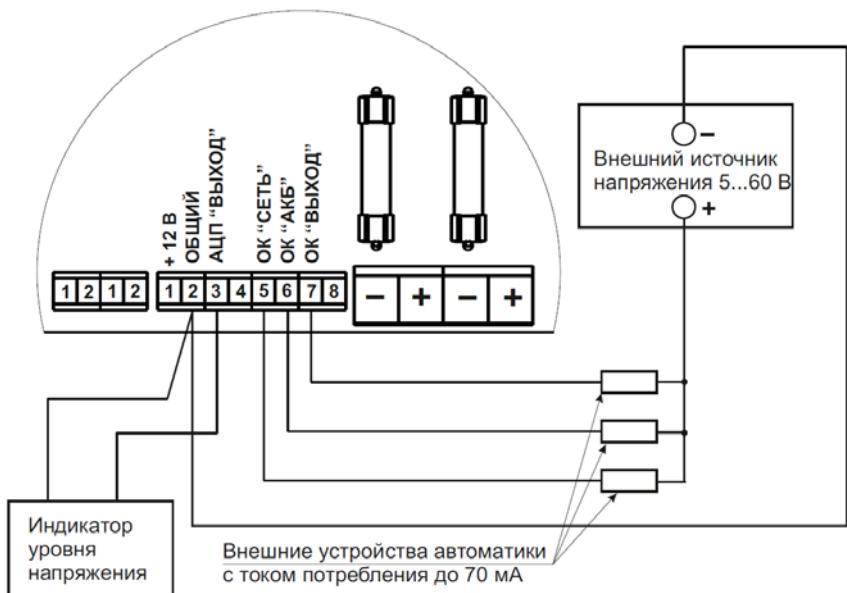

Рисунок 6 – Подключение внешних устройств автоматики.
- Подключите к клеммам колодки информационных выходов внешние цепи индикации или внешние устройства автоматики с током потребления до 70mA (выходное напряжение внешнего источника питания должно находиться в пределах 5...60В) (см. рисунок 6 и 7).